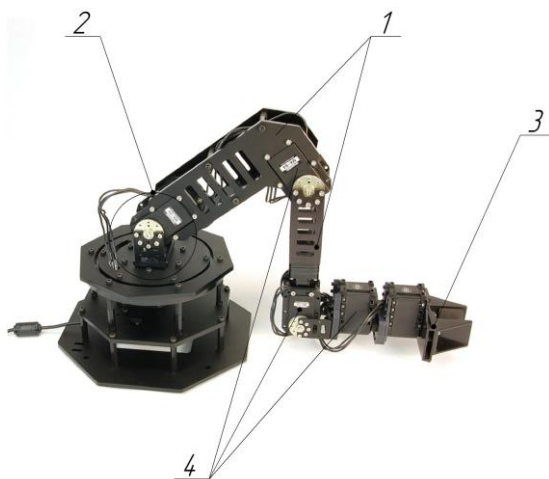

Рис. 22 – Trossen Robotics WidowX MKII Robot Arm
1. Рассмотреть конструкцию и основные узлы робота Trossen Robotics WidowX MKII Robot Arm. (Рисунок 22)